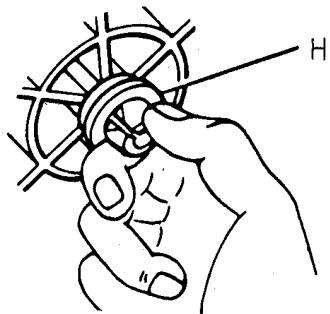

Fig. 4
- Appuyer sur les extrémités du dévidoir port-bobine et remplacer la bobine par une bobine appropriée au soudage de l'acier doux avec gaz, puis introduire le ressort de friction et bloquer avec la rondelle H comme indiqué sur la figure 4.